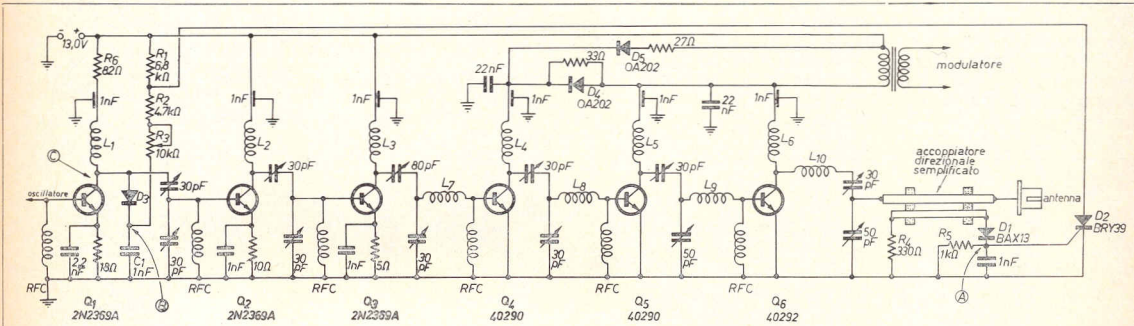

figura 8
In figura 8 è riportato lo schema di una parte di un TX in grado di erogare 5 W di potenza di uscita (in 2 metri) a cui è stato applicato il sistema di protezione suindicato, inviando il segnale di protezione al duplicatore.
Come si vede dalla figura 8 l'accoppiatore direzionale di tipo semplificato è stato inserito tra l'uscita del TX e la presa d'antenna.
1) In assenza di onda riflessa la tensione nel punto A (figura 8) è nulla rispetto a massa. Il diodo controllato BRY39 (D2) è perciò interdetto e D3 rimane polarizzato in senso inverso in quanto il punto B si trova a + 13 V mentre il punto C si trova a + 12 V a causa della caduta di tensione esistente ai capi di R5 (che alimenta il collettore del duplicatore (Q1)). Il diodo D3 si comporta pertanto come una resistenza di valore molto alto (superiore a 1 M $\Omega$ ) e il segnale proveniente dal duplicatore può essere inviato agli stadi successivi.
2) In presenza di onda riflessa (causata da guasti o anomalie al sistema cavo coassiale/antenna) la tensione nel punto A (figura 8) è positiva rispetto a massa. Il diodo controllato D2 passa così in stato di conduzione. Per effetto di ciò il catodo di D3, mediante R2 e R3 viene cortocircuitato a massa. Anche il diodo D3 passa pertanto allo stato di conduzione essendo polarizzato in senso diretto (R2+R3 costituiscono la resistenza di carico).
Il sistema di protezione indicato in figura 8 ha come principali caratteristiche la rapidità d'intervento e l'irreversibilità. Cioè il suo intervento perdura anche al cessare della causa che l'ha prodotto. Il ripristino può essere fatto solo interrompendo la tensione di alimentazione.